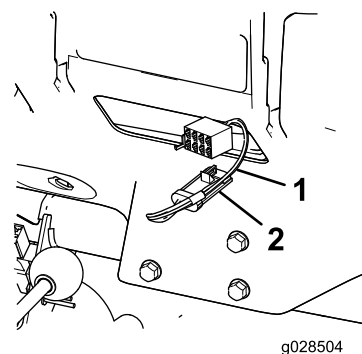

Figura 12
2. Ligue o conector de 4 pinos do adaptador da cablagem ao conector de 4 tomadas da cablagem da consola de controlo (Figura 12).